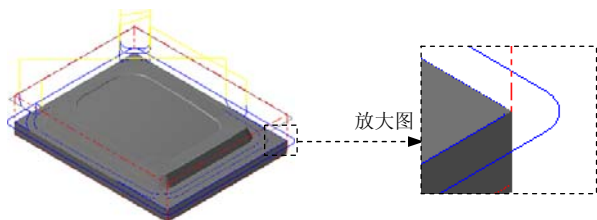

图 5.26 刀具路径
(1) 在“曲面精加工浅平面”对话框中单击 **浅平面精加工参数** 选项卡，在 **浅平面精加工参数** 选项卡的 **大切屑间距 (M)** 文本框中输入值 5.0。
(2) 选中 ☒ **切削顺序依照最短距离** 复选框与 ☒ **由内而外环切** 复选框，在 **倾斜角度** 文本框中输入 90.0。
(3) 单击 **间隙设置 (G)...** 按钮，在系统弹出的“刀具路径的间隙设置”对话框中选中 ☒ **切削顺序最佳化** 复选框；在 **切弧的半径** 文本框中输入 5.0，在 **切弧的扫描角度** 文本框中输入 90.0，在 **切线的长度** 文本框中输入 5.0。
(4) 单击 **✓** 按钮，系统返回至“曲面精加工浅平面”对话框。
Step8. 单击“曲面精加工浅平面”对话框中的 **✓** 按钮，同时在图形区生成图 5.26 所